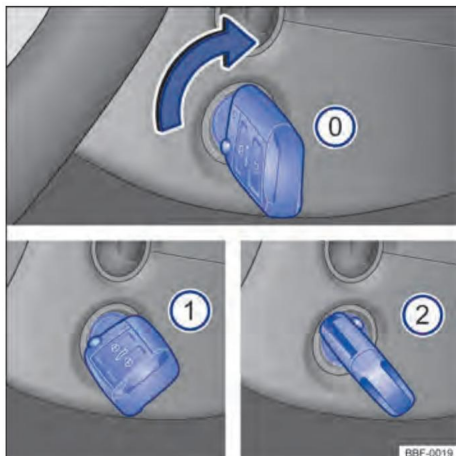

Figure. 91 A côté du volant, à droite : positions de la clé du véhicule dans le cylindre de démarrage.
Positions des clés du véhicule → fig. 91
- ① Contact coupé. La clé du véhicule peut être retirée.
- ② Contact établi.
- ③ Appuyez sur la pédale de frein (véhicules à transmission automatique) ou sur la pédale d'embrayage (véhicules à transmission manuelle) et démarrez le moteur. Lorsque le moteur démarre, relâchez la clé de contact. Lorsqu'elle est relâchée, la clé du véhicule revient en position ① → Fig. 91 1
– Véhicules avec cylindre d'allumage : tourner la clé du véhicule en position → fig. 91 1 est activé. l'allumage
- Véhicules avec cylindre d'allumage : tourner la clé du véhicule dans le cylindre d'allumage en position → fig. 91 2 – ne pas accélérer. Lorsque le moteur démarre, relâchez la clé du véhicule dans le contacteur d'allumage.
- Véhicules avec cylindre d'allumage : tourner la clé du véhicule dans le cylindre d'allumage en position → fig. 91 0 –